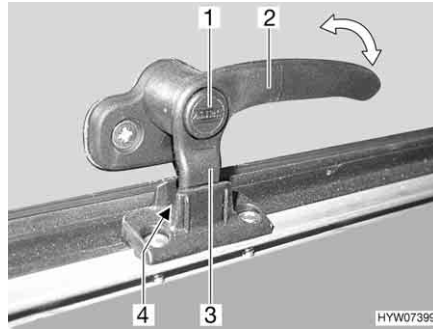
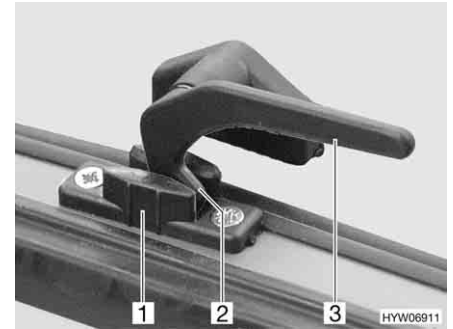

Fig. 82 Leva di serraggio con bottone di sicurezza in posizione "Aerazione continua"
Fig. 83 Leva di serraggio in posizione "Aerazione continua"
- In posizione di "Aerazione continua" (Fig. 82 e Fig. 83)
- Se presente, premere e tenere premuto il bottone di sicurezza (Fig. 82,1).
- Ruotare la leva di serraggio (Fig. 82,2 o Fig. 83,3) di un quarto di giro verso il centro della finestra.
- Girare nuovamente all'indietro la leva di serraggio. Riportare contemporaneamente il nasello di chiusura (Fig. 82,3 o Fig. 83,2) della leva di serraggio nella rientranza della chiusura della finestra (Fig. 82,4 o Fig. 83,1).
- Se presente, rilasciare il bottone di sicurezza (Fig. 82,1).